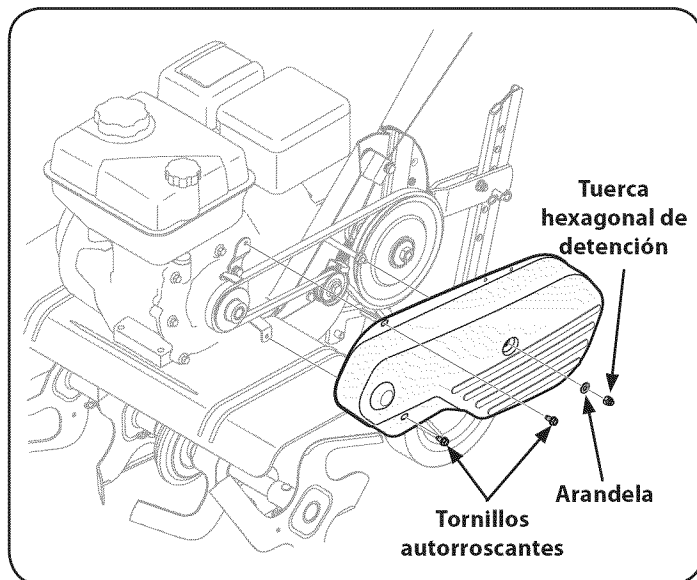

Figura 26
1. Retire la cubierta de la correa desde el lado izquierdo de la cultivadora retirando los dos tornillos autorroscantes y la tuerca hexagonal y la arandela. Vea la Figura 26.